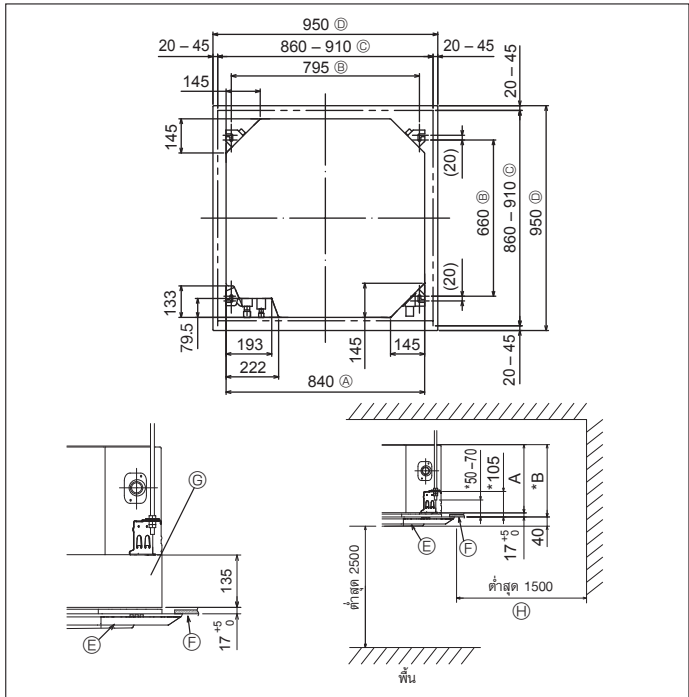

Fig. 2-2
2.2. การเจาะช่องและสถานที่สำหรับติดตั้งเครื่อง (Fig. 2-2)
- * ความกว้างของช่องเปิดของเพดานนั้นต้องให้อยู่ในเกณฑ์บังคับ ซึ่งแสดงอยู่ใน Fig. 2-2 โดยให้จุดกึ่งกลางของตัวเครื่องตรงกับช่องเปิดของเพดาน และควรแน่ใจว่าช่องว่างสำหรับฝังตรงข้ามของทุกด้านนั้นห่างเท่ากัน